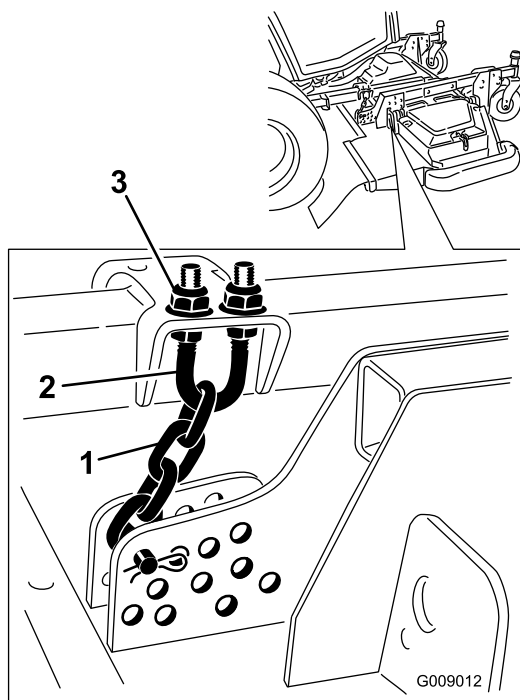

Figure 139
5. Desserrez les écrous de blocage en haut ou en bas de l'étrier fileté de la chaîne de hauteur de coupe (Figure 139).